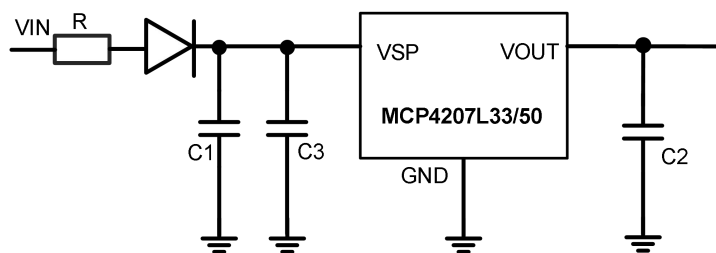
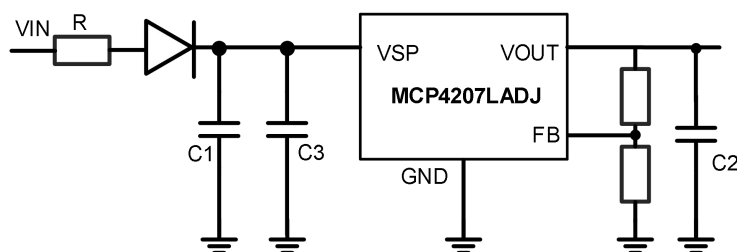

图 5-1 MCP4207L33/L50 应用电路
图 5-2 MCP4207LADJ 应用电路
2) 图 5-1 和图 5-2 给出了一种典型应用电路。为了确保控制环稳定，MCP4207L 输出端需要一个容值至少 1 μ F、ESR 最大 4R 的输出电容，其中钽电容和多层陶瓷电容都合适。
4) 为了缓冲电源线影响,可在图 5-1 所示的应用电路中的输入端增加了一个 470uF 的电解电容 C3。特别是器件由几米长的电源线供电,则推荐增加该电容。